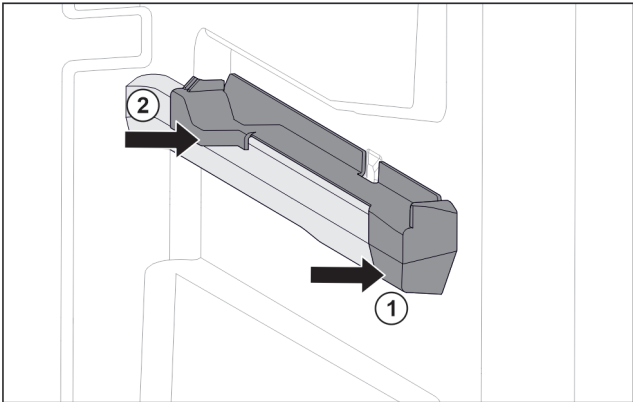

Fig. 19 右侧容器肋梁上的插装件
- ▶ 将插装件前部放到容器肋梁上。 Fig. 19 (1)
- ▶ 压紧插装件后部。 Fig. 19 (2)